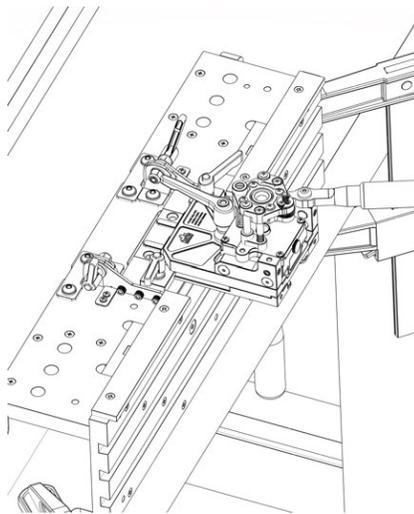

FIG. 9
1. Desserrez les deux poignées de réglage (pièce no 4) des deux côtés de la plaque universelle (pièce no 12) que vous venez d'installer et glissez le Pocket Mill Pro sur la plaque (voir figure 9). Les deux languettes situées sur la plaque universelle devraient glisser dans les rainures du PMP.